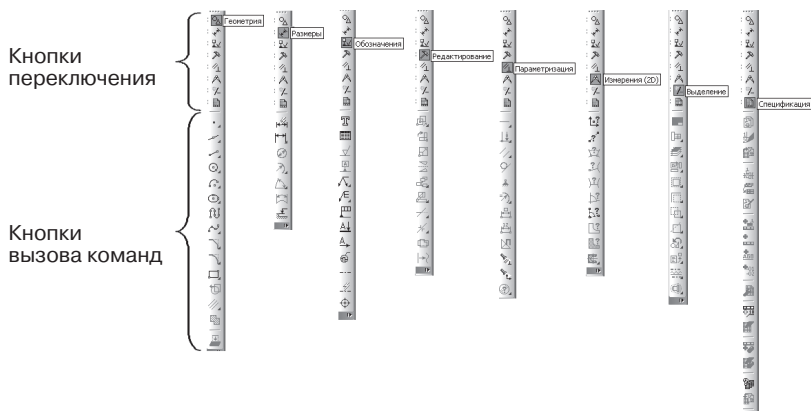

Рис. 16. Инструментальная панель **Компактная**
- **Компактная панель** состоит из кнопок переключения и кнопок вызова команд (рис. 16). Если выбранная вами кнопка серого цвета – она неактивна, т.е. выполнение данной команды на этом этапе невозможно.